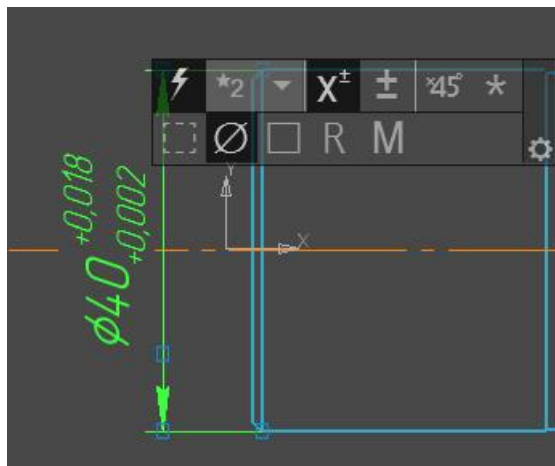

Рис. 19
- Чтобы задать текст $\chi 45^\circ$ для размера фаски, нажмите на панели задания размерной надписи кнопку $\chi 45^\circ$ — значение автоматически попадет в поле **Текст после** (См. рис. 19, 20, 21, 22).